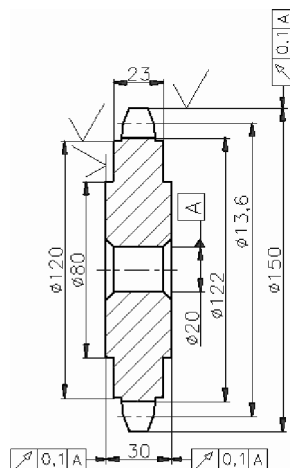

Fig. 10.21 Aspectul final al primei ferestre
5. Din linia de stare se alege, din lista derulantă **VP Scale**, scala de afișare dorită pentru fereastra curentă – de exemplu, **1:1**. Aspectul ferestrei este acum cel din Fig. 10.21.